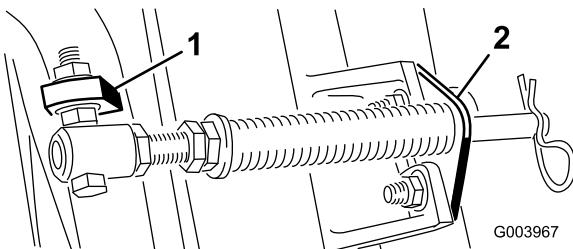

图5
注意：将螺栓头朝向凸耳外侧，如 图5 所示。
- D. 使用车身螺栓和螺母将杆支架固定到滚刀组凸耳上（图5）。